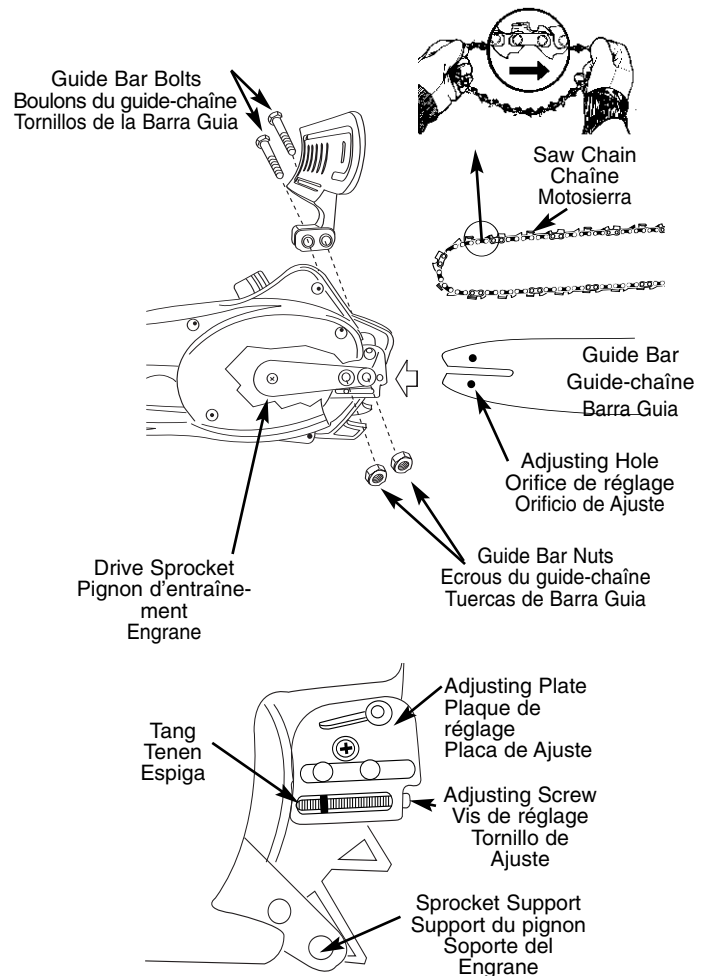

Fig.3
1. Remueva la tuerca de la barra, empuje tornillos de la barra hacia adentro y deslice el soporte del engrane hacia abajo. (Ver Fig. 3)